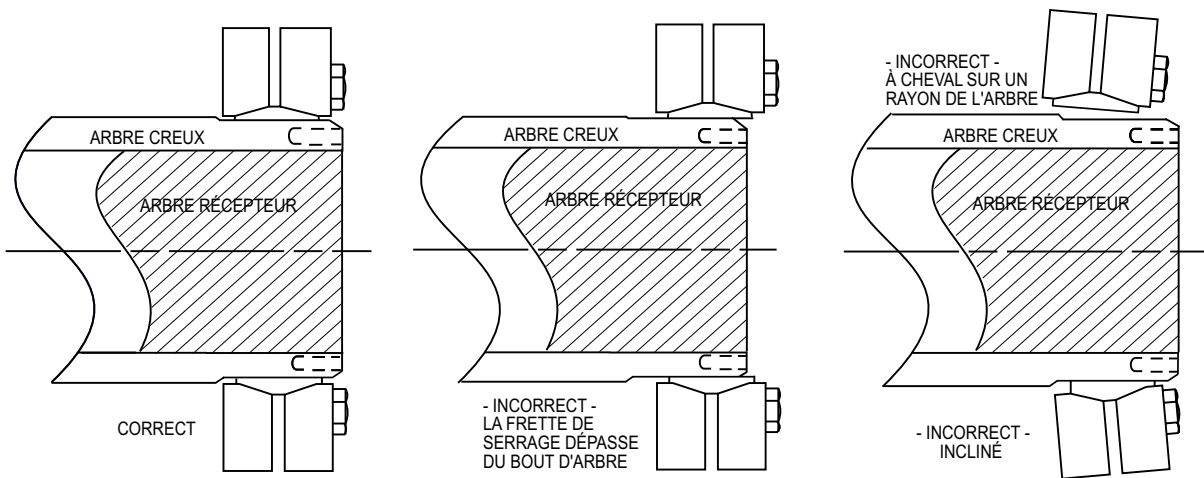

FIGURE 2 - POSITIONNEMENT DE LA FRETTE DE SERRAGE
- Nettoyer la partie extérieure de l'arbre creux et le trou de la bague interne de la frette de serrage. Lubrifier légèrement la partie extérieure de l'arbre creux avec de l'huile minérale légère. Glisser la frette de serrage sur l'arbre pour la mettre en position (figure 2, page 2). S'assurer que le bord intérieur de la bague interne de la frette de serrage n'est pas bloqué sur un rayon de l'arbre. Serrer à la main trois ou quatre vis de blocage équidistantes autour de la bride tout en maintenant les colliers externes parallèles. Ainsi, les colliers externes seront correctement mis en place sur le cône de la bague interne et ne s'inclineront pas. Serrer à la main les fixations restantes.